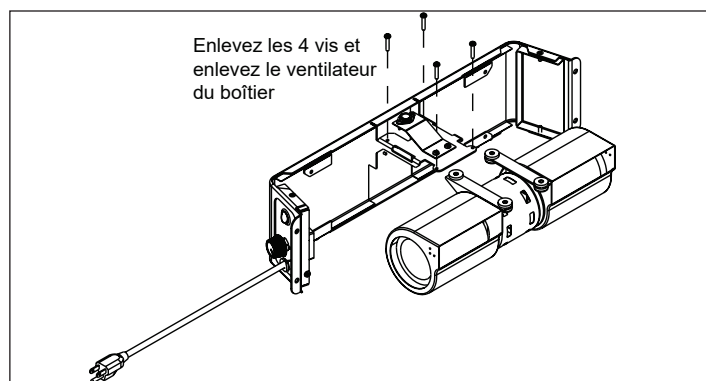

Figure 22.2
3. Enlevez les 4 vis à l'aide d'un tournevis à tête cruciforme. **Figure 22.2.**